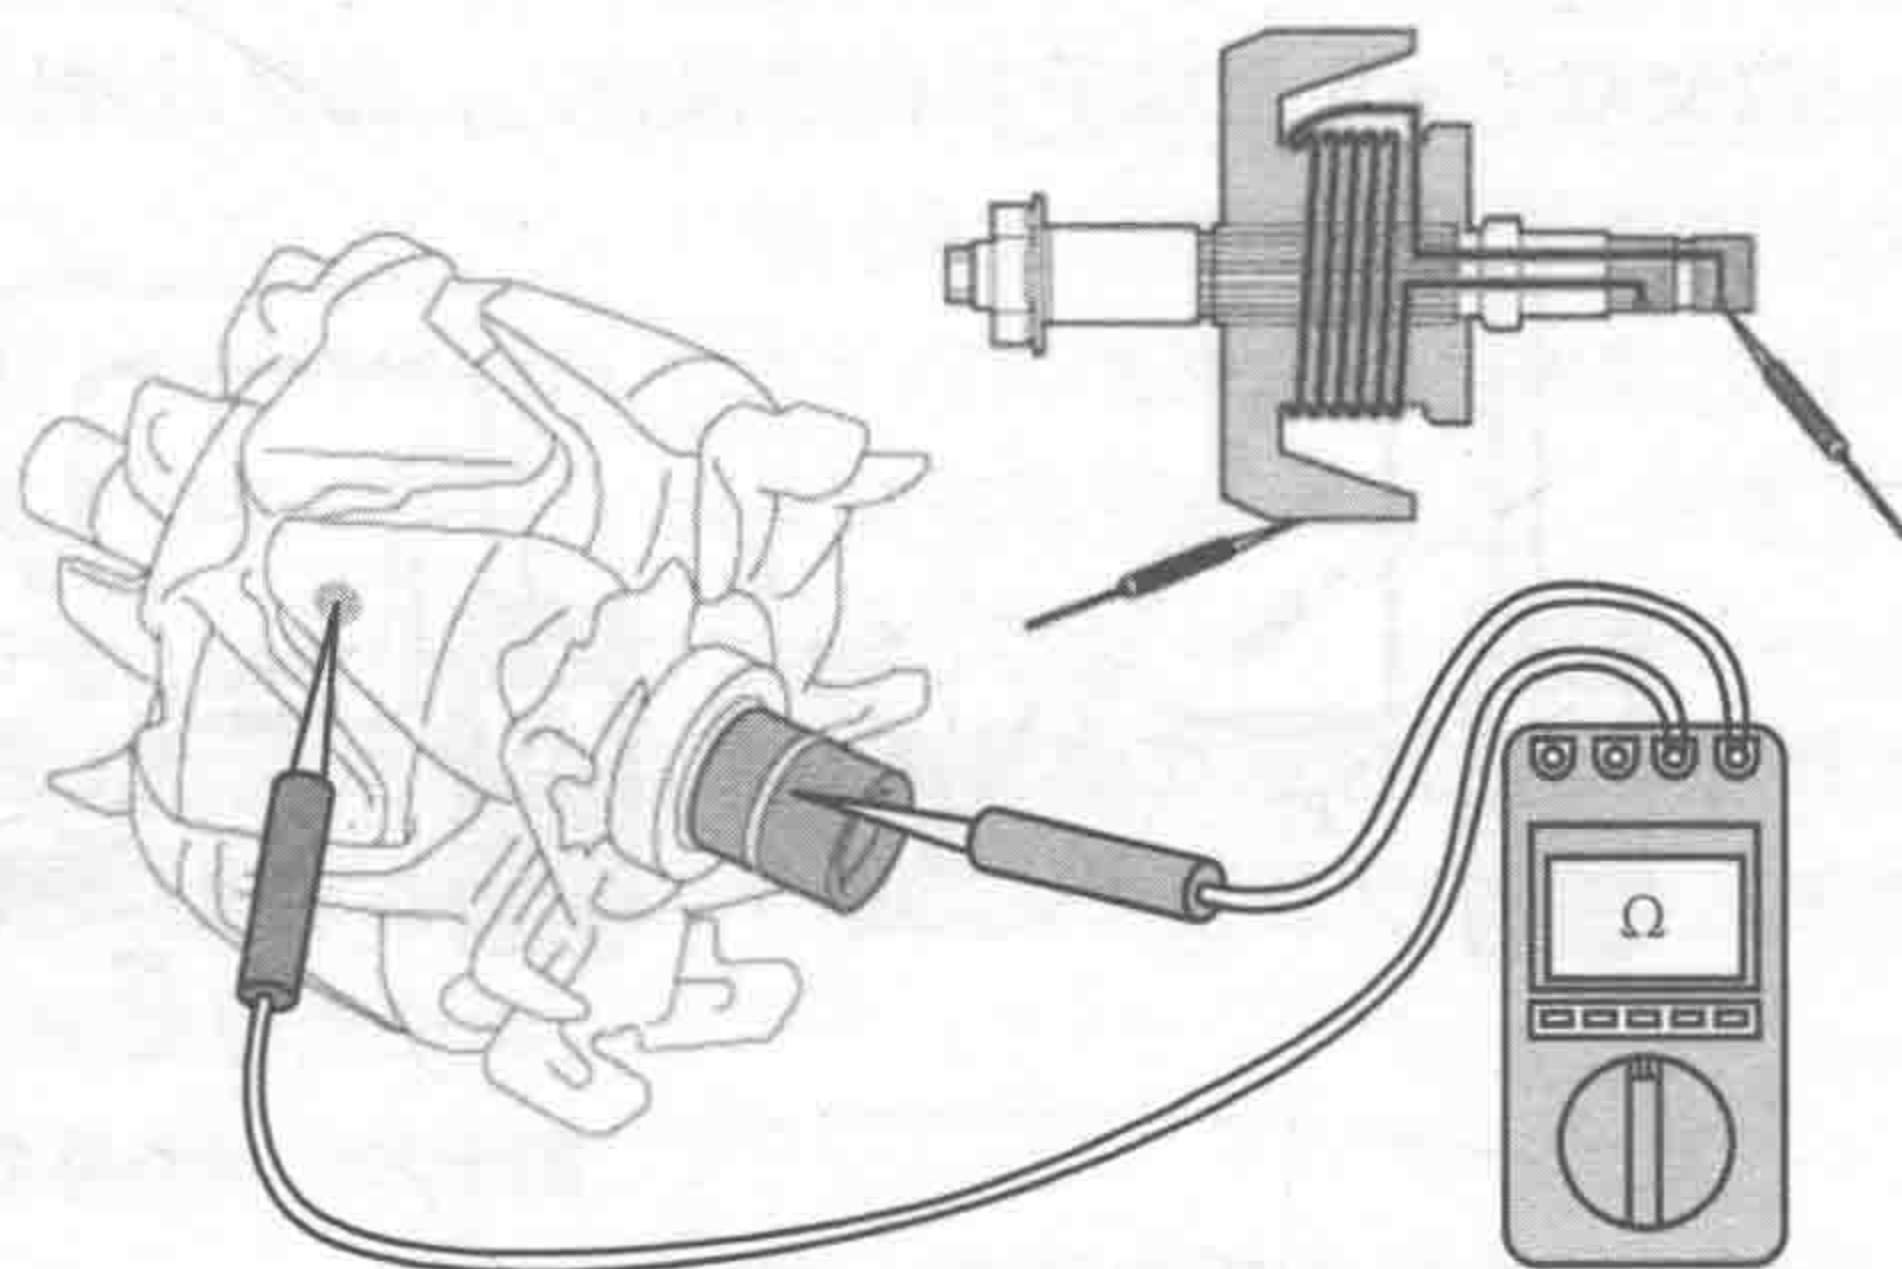

图1-18 检查集电环和转子之间的绝缘性
4) 检查集电环和转子之间的绝缘:如图1-18所示,用万用表检查集电环和转子之间的绝缘。如果发现在绝缘或导通方面存在问题,应更换转子。